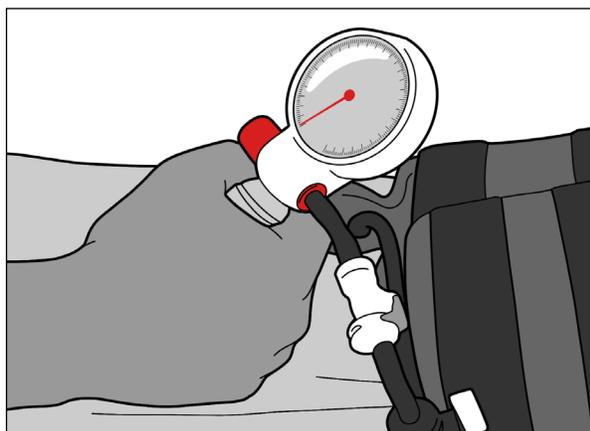

Figure 24
2. Tourner le bouton vers l'extérieur (Figure 24).